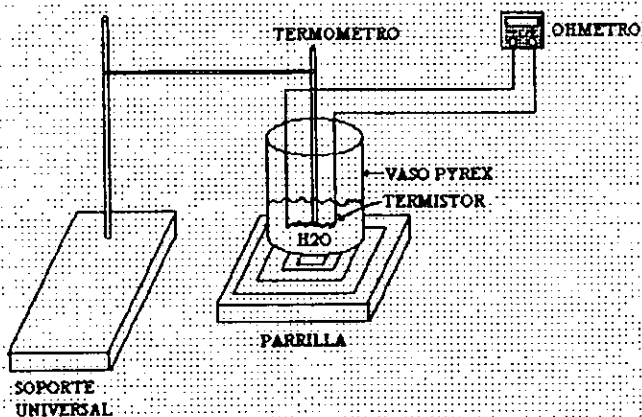

FIGURA 8
a) Implemente el dispositivo que se muestra en la figura 8.